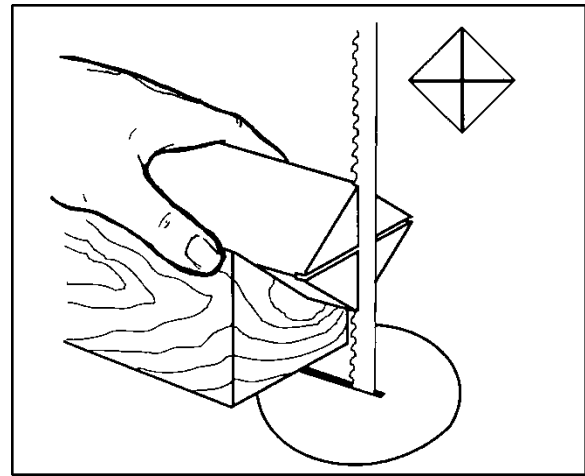

Figura 10-3
2. Las maderas muy duras requieren cortes de sierra en los extremos del material (Figura 10-3) usando una sierra de cinta, de modo que la madera acepte el centro de espuela y el centro móvil.